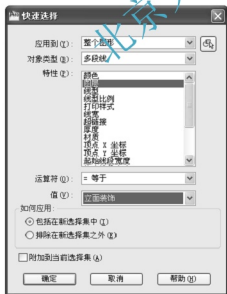

图 4.101 【快速选择】对话框
(7) 选择菜单栏中的【工具】|【快速选择】命令，打开【快速选择】对话框。
① 【快速选择】对话框中的参数设置如图 4.101 所示，表示要选择【立面装饰】图层上的所有对象。